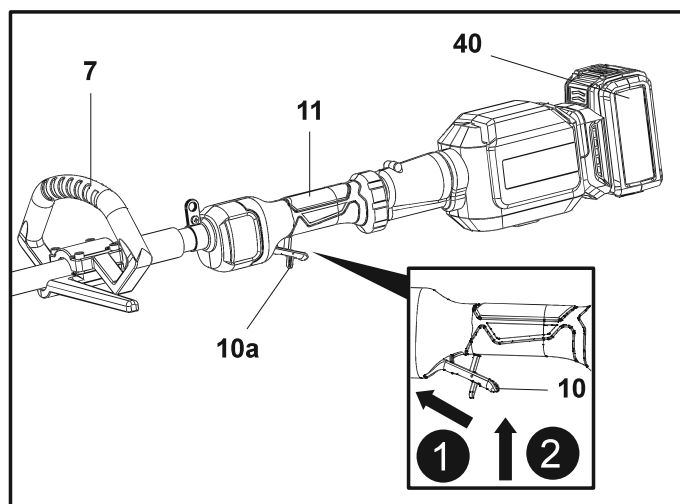

Fig. 31
1. Certifique-se de que a bateria (40) está montada na porta de ligação da bateria (13).
2. Certifique-se de que a cabeça do aparador (1), a corrente (14), a lâmina do aparador de sebes (25) ou a lâmina do cortador (35) não tocam em qualquer objeto. Retire a cobertura da guia (24) ou a cobertura da lâmina do aparador de sebes (31) da corrente (15) ou da lâmina do aparador de sebes (25) antes de ligar o produto.
3. Segure o produto com uma mão na pega principal (11) e a outra na pega auxiliar (7). Não ligue o produto segurando-o com apenas uma mão.
4. Empurre a alavanca de bloqueio (10a) para a frente e fixe-a na devida posição (Fig. 31, passo 1).
5. Prima o interruptor para ligar/desligar (10) para ligar o produto (Fig. 31, passo 2). Em seguida, solte a alavanca de bloqueio (10a).
6. Solte o interruptor para ligar/desligar (10) para desligar o produto.